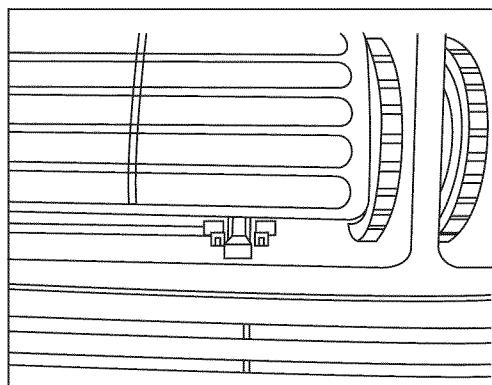

Figure 1 (ÉVENT FERMÉ)
1. faire recirculer l'air intérieur – évent fermé (voir Fig. 1)